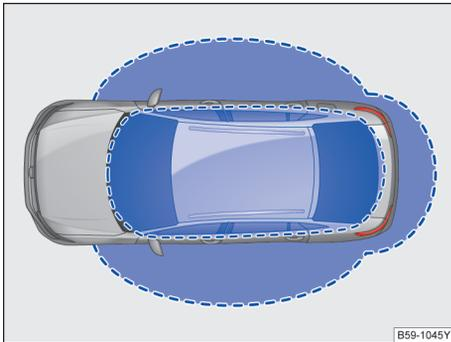
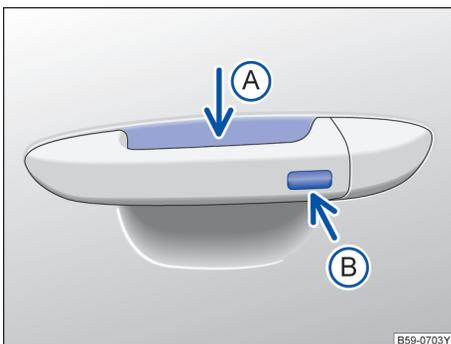

图 52 无钥匙进入闭锁/启动系统：工作范围
图 53 无钥匙系统 Kessy：车门拉手上的传感区
Kessy 是一种无钥匙系统，它可以实现在不操作遥控钥匙的情况下解锁或锁止汽车。操作者只需随身携带一把有效遥控钥匙，并处于车门或行李厢盖的有效感应区域内→图 52，同时触摸车门拉手上的传感区之一→图 53 即可实现。
如果有一把有效遥控钥匙在有效感应区域→图 52 内，则无钥匙系统 Kessy 会将访问权限授予该钥匙。紧接着可以在不主动操作遥控钥匙的情况下执行以下功能：
- 触摸在驾驶员或副驾驶车门拉手内侧的传感区→图 53（箭头 A）。
- 触摸车门拉手上的传感区→图 53（箭头 B）一次。汽车锁止。
如果汽车已锁止并且一把有效汽车钥匙位于行李厢盖的接近范围内→图 52，行李厢盖在通过把手按钮打开时会自动解锁。
- 要便捷关闭所有电动车窗和天窗，请用手指按住车门拉手上的传感区→图 53(B)几秒钟。
- 松开传感区→图 53(B)即可中断该功能。如果在松开车门拉手上的传感区→图 53(B)后立即将手放入(A)内，则所有车窗停在原位置（安全功能） →第 75 页。